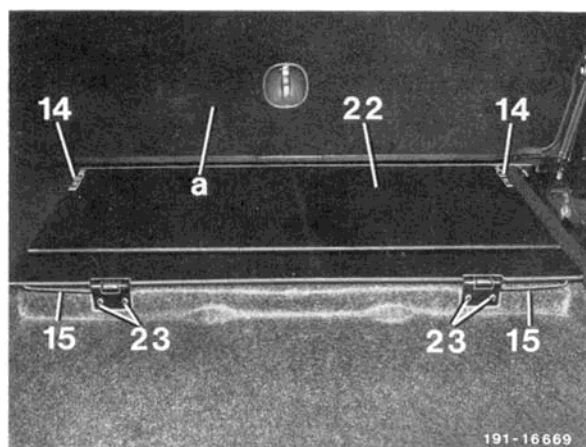

Bild 23
31 Sitz nach Bild 23 einlegen, dabei Drehstab einhängen.
33 Halter (14) festziehen (Bild 23).